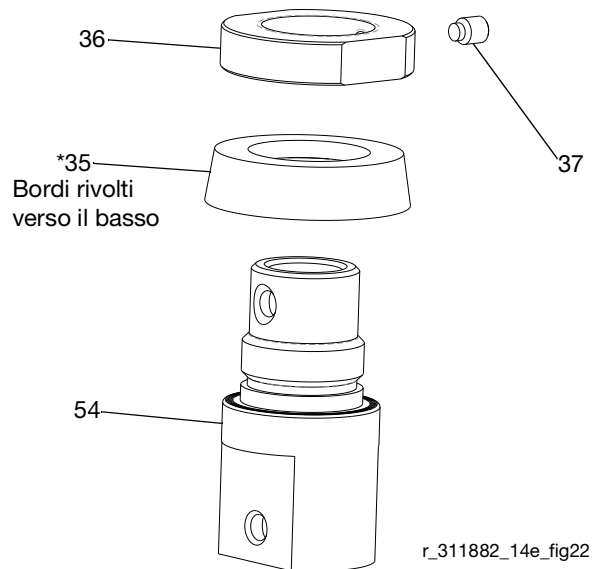

FIG. 22
11. Allentare la vite di fissaggio (37) dal collare (36). Rimuovere il collare dall'alloggiamento del pistone (54). Rimuovere la fascia a U (35*). Ispezionare tutte le parti per rilevare eventuali danni. Vedere FIG. 22.